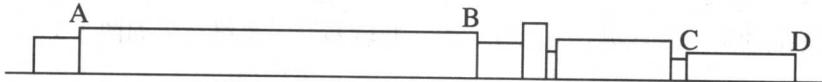

图 1-28
(3) 延长直线，表示出各台阶轴的端面线，使之与中心线相交。单击“修改”|“延伸”命令，以中心线为边界线，单击所有要延伸边靠近中心线的部位，结果如图 1-28 所示。